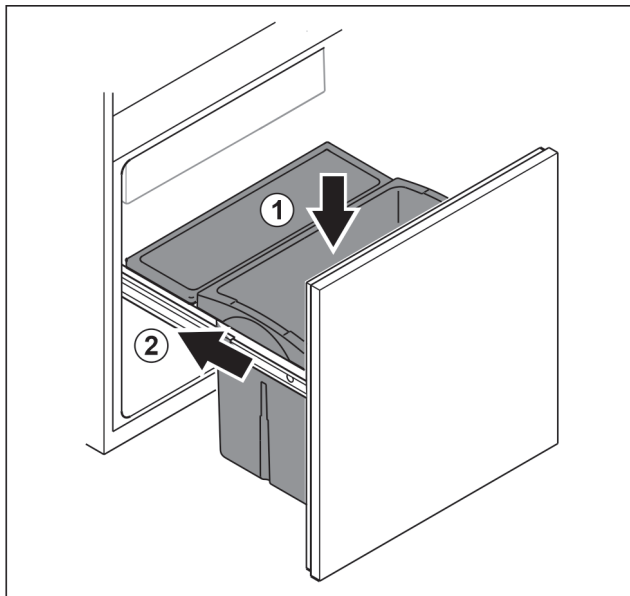

Fig. 104
- Schubfach von oben einsetzen. Fig. 104 (1)
- Auszugswagen einschieben. Fig. 104 (2)